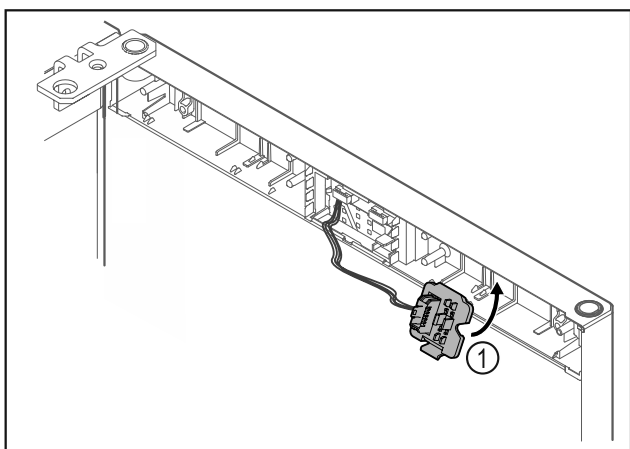

Fig. 14
- Pattintsa be a dugófoglalatot Fig. 14 (1) az ellenkező oldalon.*